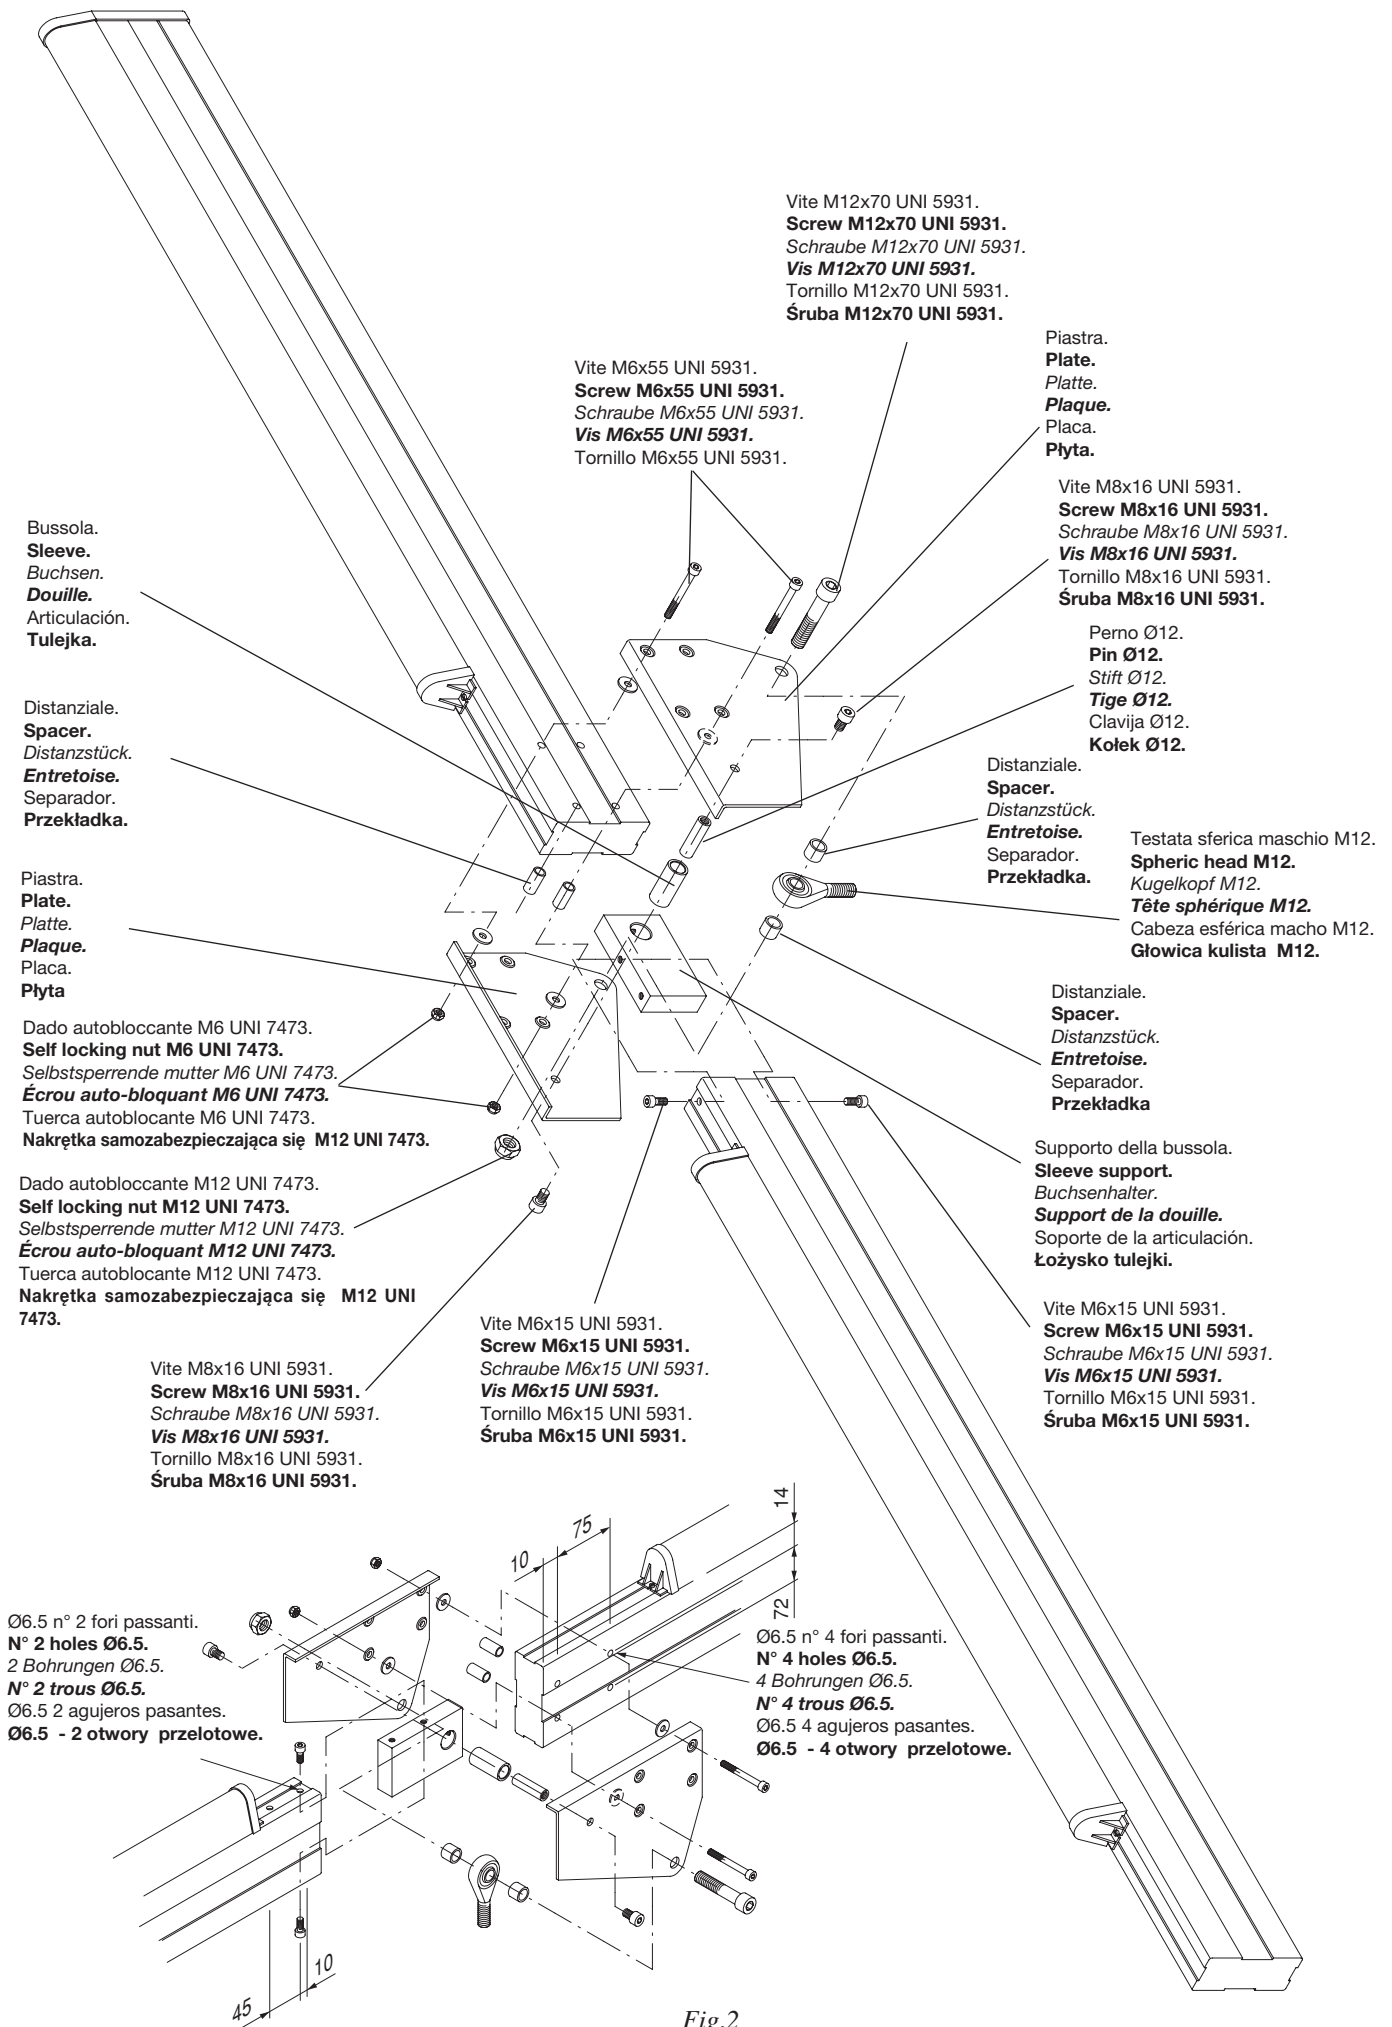

Fig.2
- Tagliare a misura e forare i due spezzoni d'asta secondo le misure di fig. 2.
- Assemblare le due piastre sul profilo di lunghezza L2 senza bloccare le viti (fig. 2).
- Inserire il supporto della bussola nel profilo di lunghezza L1 e bloccare le viti (fig. 2).
- Inserire il perno Ø12 nel supporto e fissarlo con le due viti M8 (fig. 2).
- Cut to length and bore the two rod pieces as per measurements given in fig. 2.
- Assemble the two plates on length L2 without tightening the screws (fig. 2).
- Insert the sleeve support in the length L1 and fix the screw (fig. 2).
- Insert the Ø 12 mm pin in the support and secure it with two M8 screws (fig. 2).
- Die zwei Stangenstücke nach den Maßen auf Bild 2 maßschneiden und bohren.
- Die zwei Platten an dem Längsprofil L2 zusammenfügen, ohne die Schrauben zu sperren (Bild 2).
- Den Buchsenhalter in das Längsprofil L1 einführen und die Schrauben anziehen (Bild 2).
- Couper aux bonnes dimensions et percer les deux morceaux de tige selon les meures de la Fig. 2.
- Assembler les deux plaques sur le profil de longueur L2 sans bloquer les vis (fig. 2).
- Insérer le support de la douille dans le profil de longueur L1 et bloquer les vis (fig. 2).
- Insérer la tige Ø12 sur le support et la fixer avec les deux vis M8 (fig. 2).
- Cortar a medida y agujerear las dos piezas del asta según las medidas de la fig. 2.
- Ensamblar las dos placas sobre el perfil de longitud L2 sin bloquear los tonillos (fig. 2).
- Insertar el soporte de la articulación en el perfil de longitud L1 y apretar los tornillos (fig. 2).
- Insertar el perno Ø12 en el soporte y fijarlo con los dos tornillos M8 (fig. 2).